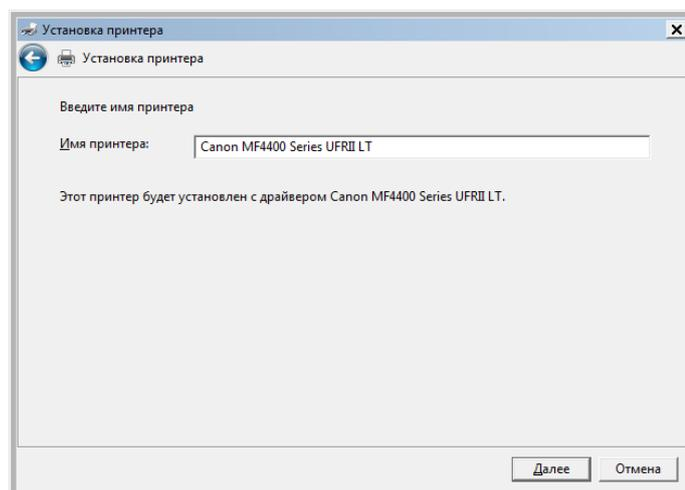

Рисунок 29.4 – Присвоение имени МФУ
6. Присвойте имя МФУ (можно оставить имя по умолчанию) и нажмите «Далее» (рисунок 29.4).